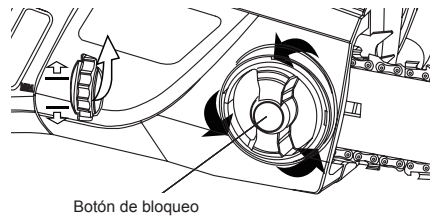

Fig. 20
2. Gire el botón de ajuste de la espada en sentido antihorario (Fig. 20) para sacar la cubierta de la motosierra.